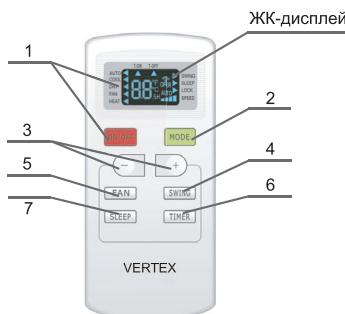

рис.5.1
### 5.1 Пульт управления (рис. 5.1)
- Для управления кондиционером применяется инфракрасный дистанционный пульт (рис. 5.1).
- Не роняйте и не ударяйте пульт, а также не оставляйте его под прямыми солнечными лучами. Комментарии к рис. 5.1 см. таблицу 5.1.